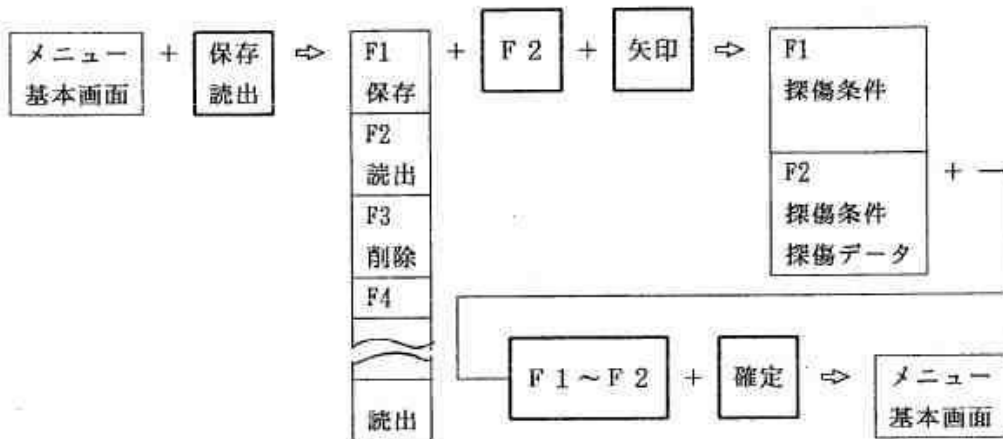

図 7.2.12 F F T に関する保存波形の読出方法
- ① 機能キー [保存・読出] を 1 回押します。図 7.2.12 の選択メニューが表示されます。図の操作手順で選択キー [F2] を押し、確定キーを 1 回押すと、表示器にエコーの図形が表示されます。(保存を F F T 結果、R F 波形、D C 図形のいずれで行っても、読出した図形は、予め指定した表示形式の図形になります。)
- ② 次に機能キー [F F T] を 1 回押します。この後は 7.2.3.1 又は 7.2.3.2 で説明した手順で、表示されたエコーを周波数分析できます。